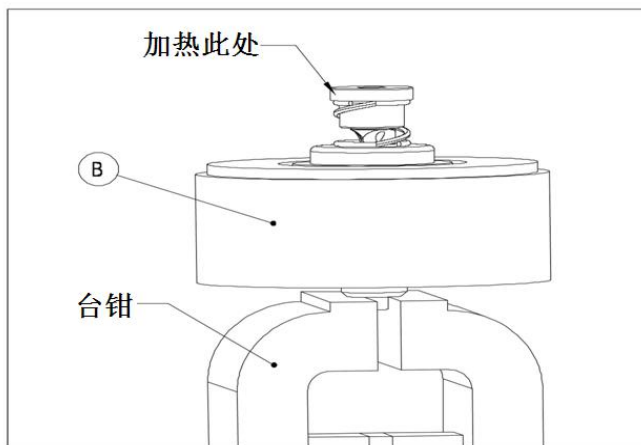

图 12
- 2) 用台钳紧紧地夹住排液阀芯前端凸出的两个平面 ( G ) , ( 见图 12 )